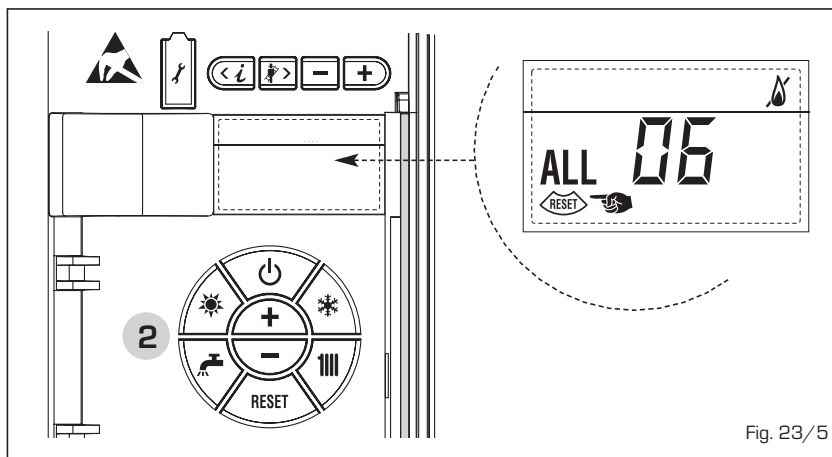

Fig. 23/5
– **ANOMALÍA TERMOSTATO SEGURIDAD/LÍMITE “ALL 07” (fig. 23/6)**